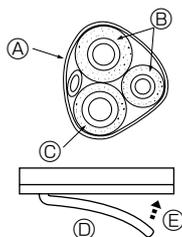

Fig. 5-5
- Περάστε το σωλήνα αποστράγγισης διαγωνίως κάτω από τους σωληνες σύνδεσης. (Fig. 5-5)